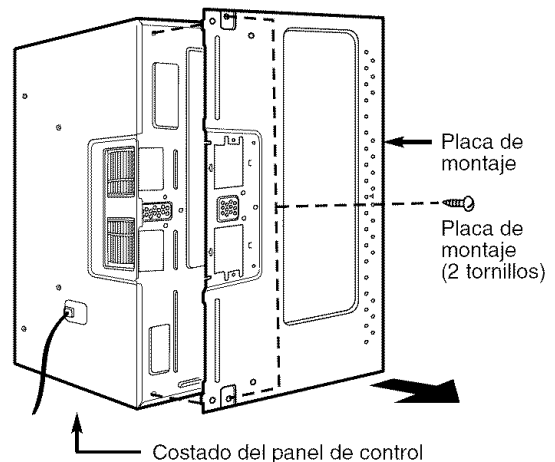

Figura 11
3. Remueva 2 tornillos del plato de montaje como los muestra y deséchelos. (Vea la **Figura 11**.)